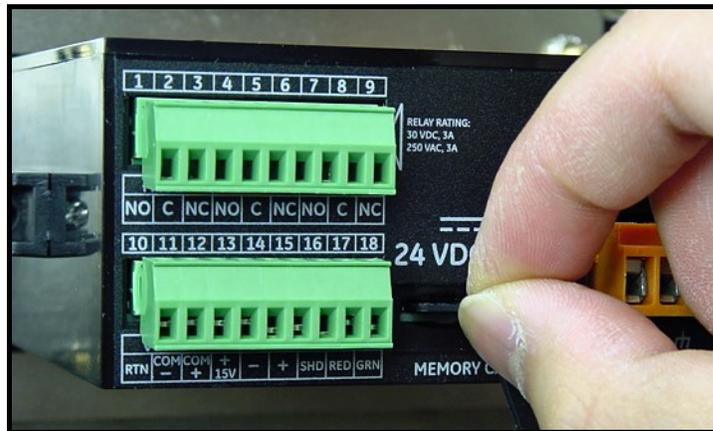

Figura 51: Extracción de la tarjeta MicroSD
- Después de que la tarjeta MicroSD se haya expulsado parcialmente, extráigala del chasis de dew.IQ (vea la *Figura 51* a continuación).